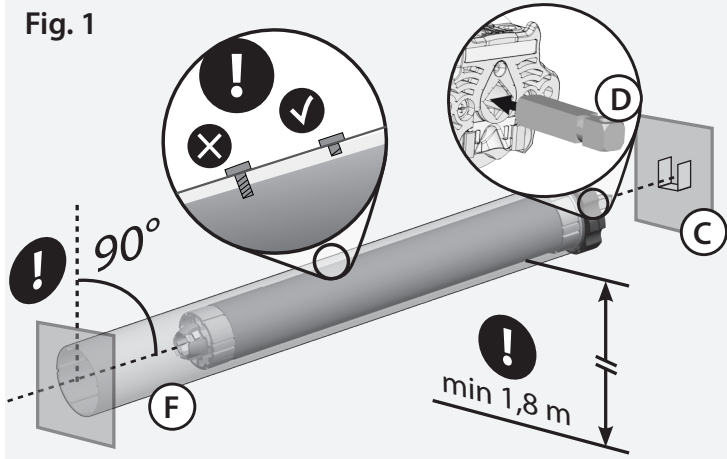

Fig. 1.1
- Bevestig de adapters aan de motor en maak hierbij onderscheid tussen de eindring (Fig. 1.1 A) en de meenemer (Fig. 1.2 B).
- Monteer montagebeugel (C) in de kast of op het frame van het zonnescherm zodat buis (F) exact horizontaal staat op een hoogte van minimaal 1,8 m.
- Voer motor (E) in buis (F) tot aan de eindring.
- **[VOOR M50]** Plaats de vierkante motorpen (D) in de beugel (C) en de kap aan het buiseinde in de bevestiging.
- Fix the adaptors to the motor distinguishing the limits ring (Fig. 1.1 A) from the drive pulley (Fig. 1.2 B).
- The fixing bracket (C) must be fixed inside the box or on the awning frame so that the roller tube (F) is perfectly horizontal and at a height not less than 1,8m.
- Insert the motor (E) into the tube (F) until its end stops against the limits ring.
- **[FOR M50]** Place the motor square pin (D) on the bracket (C) and the cap at the opposite end of the tube on the fixing plate.
- Insérez les adaptateurs sur le motoréducteur en distinguant la bague de la fin de course (Fig. 1.1 A) de la couronne d'entraînement (Fig. 1.2 B).
- Le support du motoréducteur (C) doit être fixé à l'intérieur du caisson ou sur l'armature du store de manière que le tube (F) soit en position parfaitement horizontale et à une hauteur non inférieure à 1,8m.